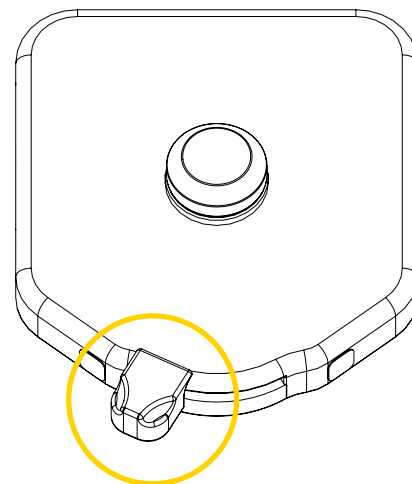

Figure 7: Déverrouiller la Base de Fixation Universelle
1. Déverrouiller la Base de Fixation Universelle à l'aide du levier de verrouillage à glissière (Figure 7) ou passer à l'étape 2. Consulter la section « Mécanisme de sécurité » à la page 19 au besoin.